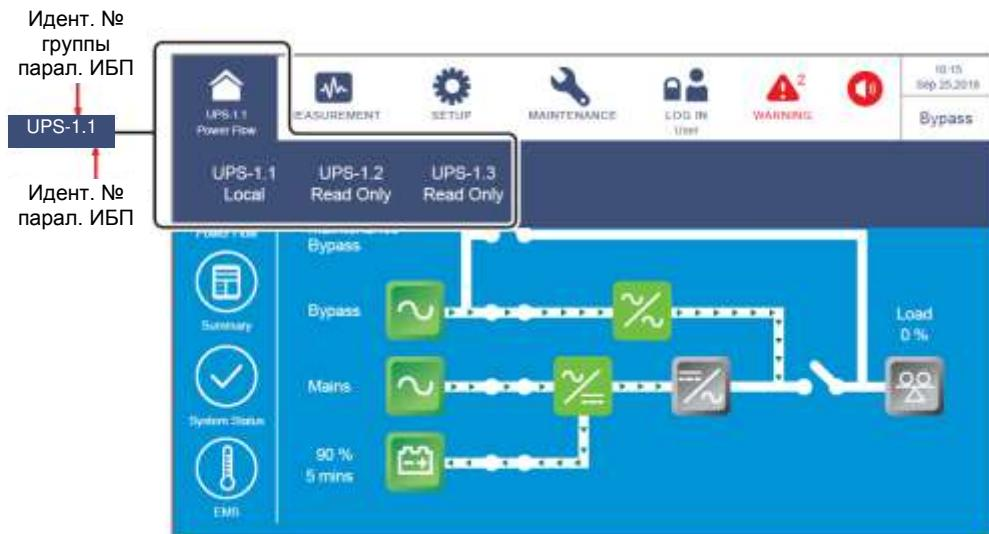

Рисунок 6-12 Экран определения идент. № ИБП и группы ИБП
- |**8)** Для параллельного применения нажать значок (), расположенный в верхнем левом углу экрана, и проверить правильность идентификационного номера параллельной группы и идентификационного номера параллельных ИБП. ИБП с наименьшим идентификационным номером устройства определяется как главный. См. **Рисунок 6-12**.